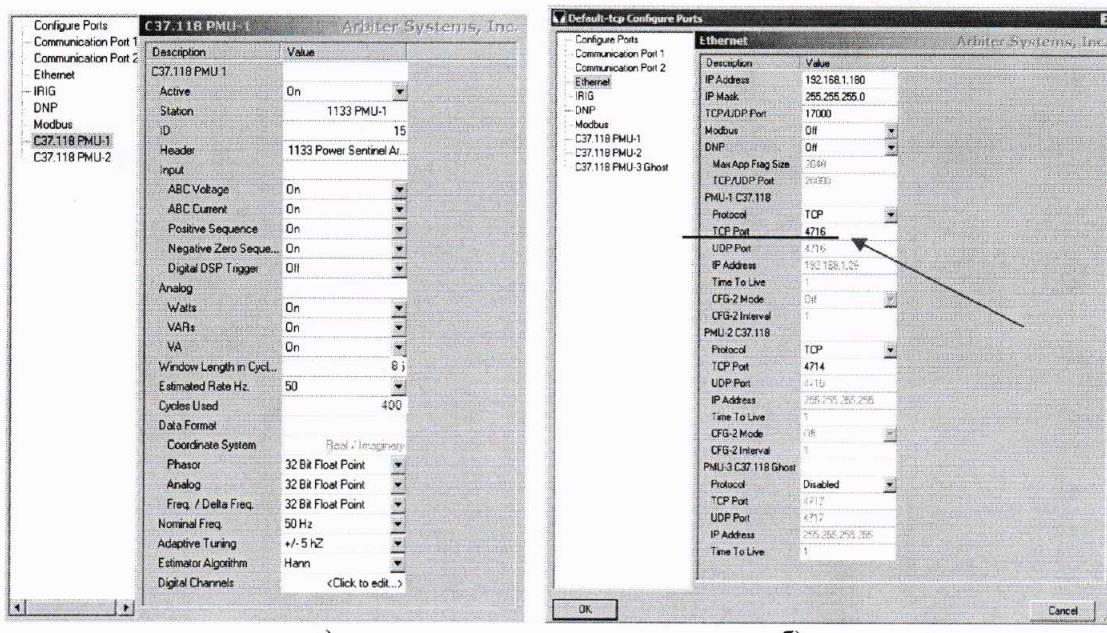

Рисунок 3
7.3.4.9 Задать параметры конфигурации порта Ethernet, рисунок 3б). Из ниспадающего списка для PMU-1 C37.118 выбрать протокол TCP и записать номер TCP порта (4716, рисунок 3б)) определенный ПО PSCSVTM, (номер TCP порта необходим для связи со счетчиком 1133 А в программе UVITest) и нажать кнопку OK для записи параметров в память счетчика 1133А.